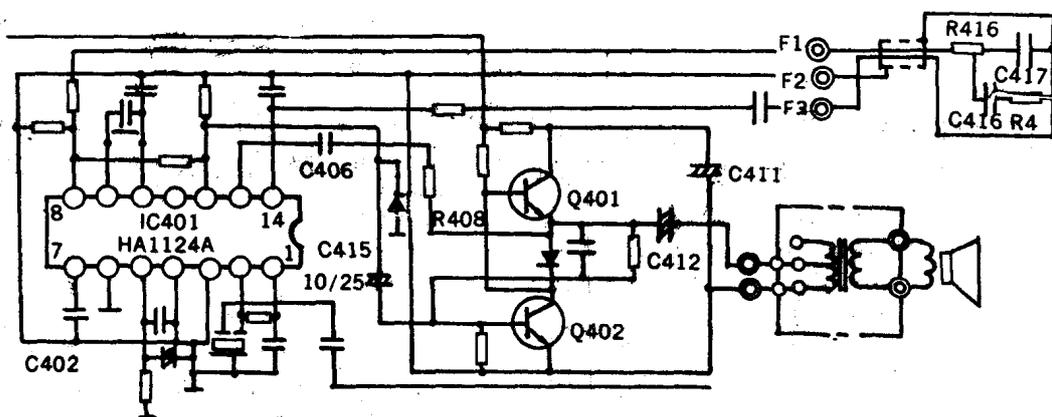

图 1-5
【分析检修】此故障应检查伴音集成电路 IC_{401} (HA1124A) 及音频功放级 (Q_{401} 、 Q_{402})，以及音频放大部分与音质有关的外接元件，经查 C_{406} 的漏电阻已降为 $480k\Omega$ 左右，表明已严重漏电。 C_{406} 、 R_{408} 构成负反馈电路，将音频功放级的信号反馈至 IC_{401} 的⑬脚（集成块内的音频放大器），以扩展放大器通频带，减小失真，提高音质。更换 C_{406} ($0.01\mu F$) 后故障消失。电路见图 1-5。